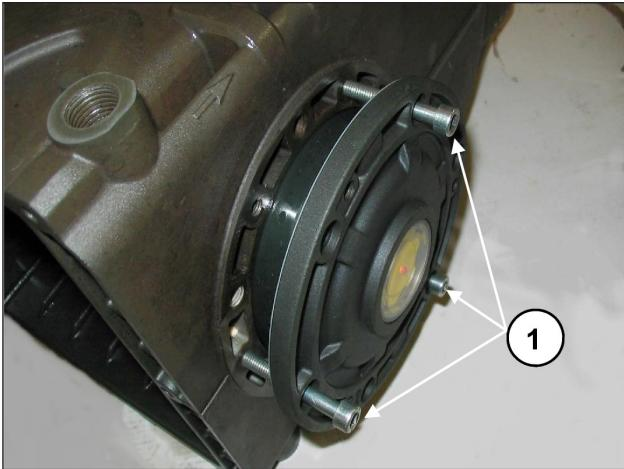

Abb. 8
Um das Einföhren des ersten Abschnitts und das Einsetzen der Deckel am Gehäuse zu erleichtern, sollten Sie 3 Schrauben M6 x 40 mit Teilgewinde (Abb. 8, Pos. ①) zu Hilfe nehmen und den Vorgang dann anhand der mitgelieferten Schrauben (M6x18) abschließen.
Für das Annähern der beiden Seitendeckel an das Gehäuse können Sie zunächst 3 Schrauben M6x40 für eine erste Ausrichtung verwenden, wie in Abb. 8 angegeben, und dann die für die endgültige Befestigung vorgesehenen Schrauben. Das Reibmoment der Welle (bei verbundenen Pleueln) darf 8 Nm nicht übersteigen.
Nach Abnahme der seitlichen Deckel, vgl. Abschn. 2.1.1, entfernen Sie den äußeren Lagerring der Dichtungen von den Deckeln und den inneren Ring mit dem übrigen Teil des Lagers von den beiden Wellenenden mit einem einfachen „Austreiber“ oder einem ähnlichen Werkzeug, siehe Abb. 8 und Abb. 9.